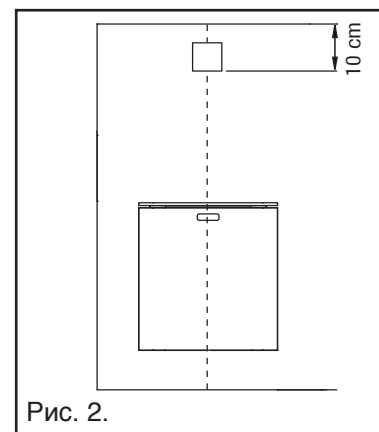

Рис. 2.
- Установите датчик температуры над каменкой, на стене, на расстоянии 100 мм от потолка (см. рисунок 2)